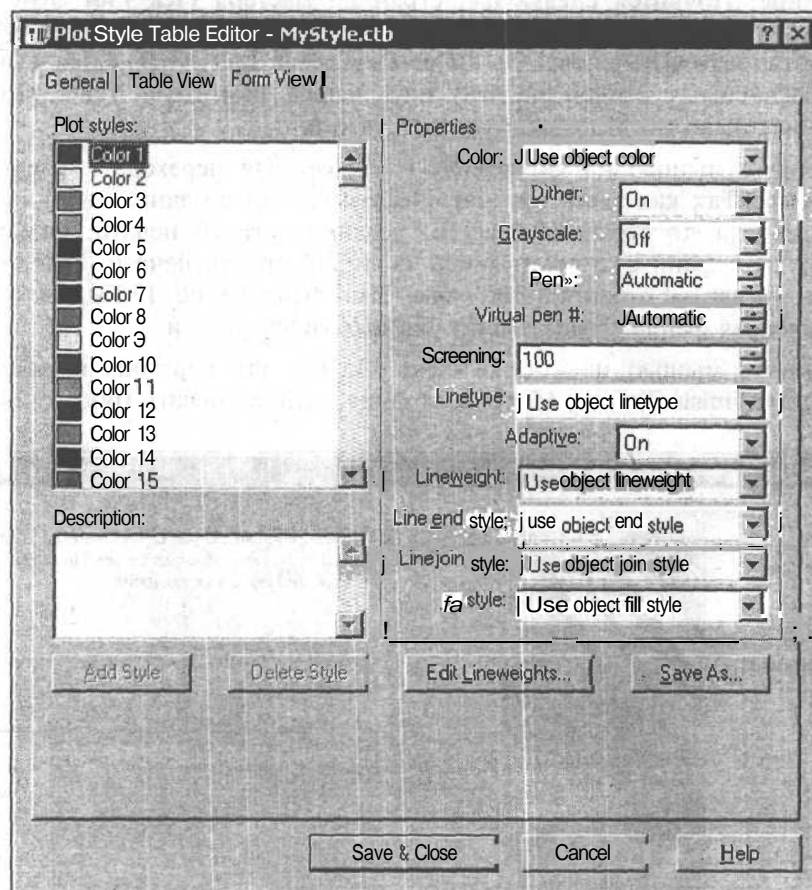
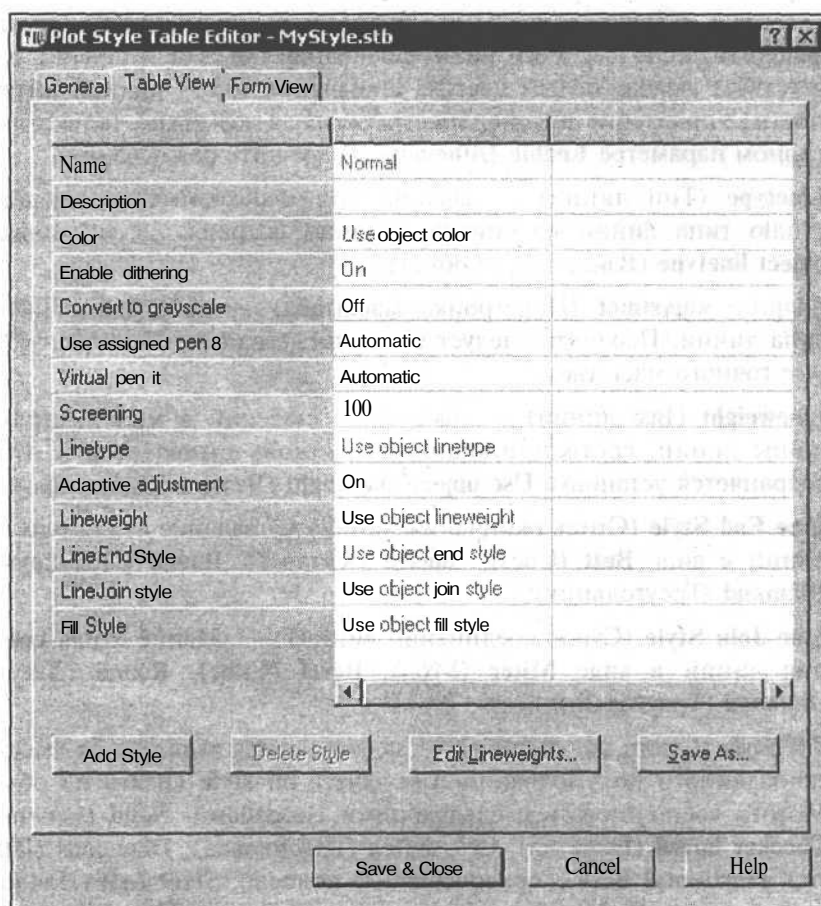

Рис. 19.15. Диалоговое окно редактора цветозависимых стилей печати
Рис. 19.16. Диалоговое окно редактора именованных стилей печати
для задания параметров новой таблицы стилей печати в редакторе стилей печати. Появится диалоговое окно редактора с установками параметров, предлагаемыми по умолчанию. Для цветозависимого типа стилей печати (рис. 19.15) и именованного (рис. 19.16) эти окна несколько различаются, но содержат одинаковый перечень параметров.
8. На вкладке **Form View** (Карточка) диалогового окна **Plot Style Table Editor** (Редактор таблиц стилей печати) в списке **Plot styles** (Стили) (см. рис. 19.15) выберите стиль печати, введите при необходимости комментарии в панели **Description** (Пояснение) диалогового окна и внесите изменения в его параметры. Перечень изменяемых параметров приводится далее.